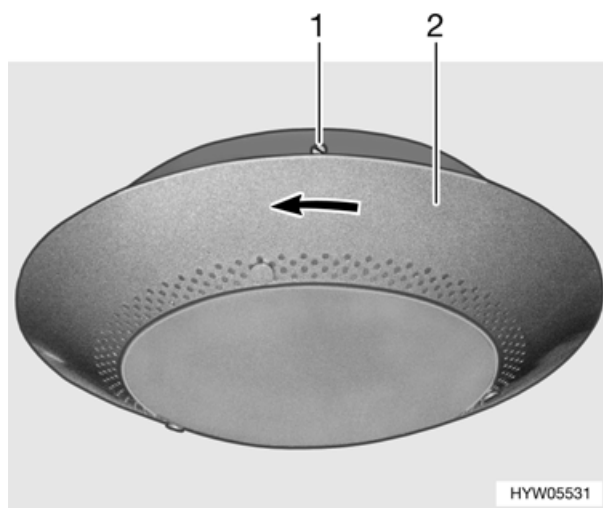

Bild 118 Deckenleuchte
- An der Deckenleuchte alle drei Schrauben (Bild 118,1) nach **rechts** bis zum Anschlag drehen.
- Die Lampenabdeckung (Bild 118,2) ca. 1 cm bis zum Anschlag in Pfeilrichtung drehen und abnehmen.